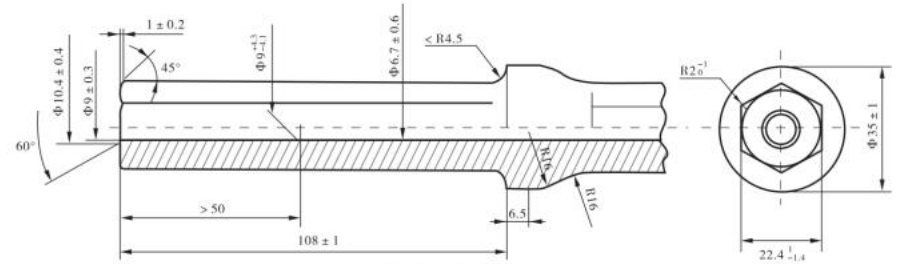

图7: 钎尾加工尺寸
应采用标准的中空六角钎杆（GB/T6481-2002），如用户采用钎钢自制时，钎尾应按图7加工，并符合下述要求：
(1) 钎尾端面硬度HRC49-55，硬度过高容易“崩钎”损伤活塞；硬度过低，钎尾容易被打“胀”而不易取出。
(2) 钎尾端面应平整且与钎杆轴线垂直，倒角不可过大。
(3) 钎尾水针孔的轴线偏移不允许超过1毫米；孔径、孔深都应符合图7的要求，否则容易折断水针。